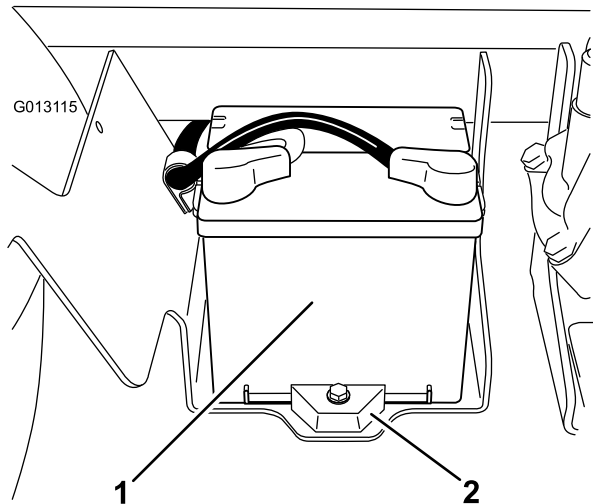

図 57
2. バッテリーは、機体右側、ポンプの後ろにある (図 57)。
5. バッテリー・リターナと固定金具を外す (図 57)。
2. バッテリー押さえを元通りに取り付ける (図 57)。
4. バッテリーカバーを元どおりに取り付けノブで固定する (図 57)。
1. バッテリー・ボックスのノブ (図 57) をゆるめ、カバーを外す。